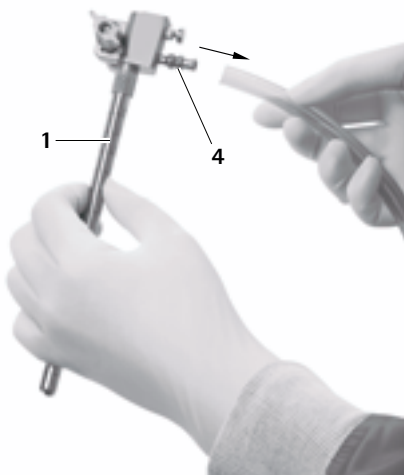

Fig. 12
- Retirar el tubo de la conexión de irrigación **4**, ver Fig. 12.